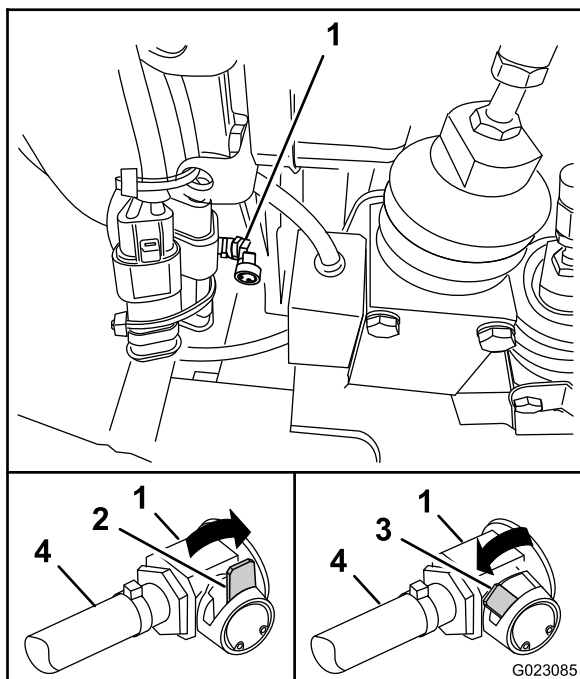

Figura 58
1. Localice la válvula de vaciado en la parte inferior delantera del motor (Figura 58).
2. Gire la palanca de la válvula de vaciado en sentido antihorario a la posición de abierto (Figura 58).
3. Cuando todo el aceite se haya drenado del motor, mueva la palanca de la válvula de vaciado en sentido horario a la posición de Cerrado (Figura 58).